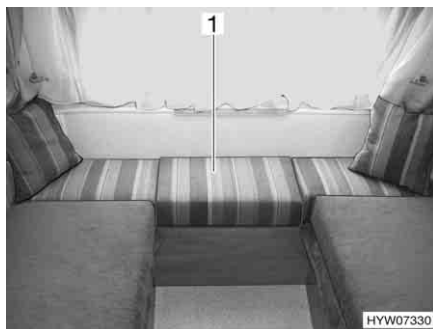

Fig. 33 Dinette dopo l'allungamento
- Inserire il cuscino aggiuntivo (Fig. 33,1).